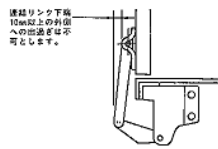

図12
- ・ 連結リンク下端が外側に10mm以上出ていると(図12参照)アオリ戸全開位置付近で連結リンクとアオリ戸が干渉する場合があります。